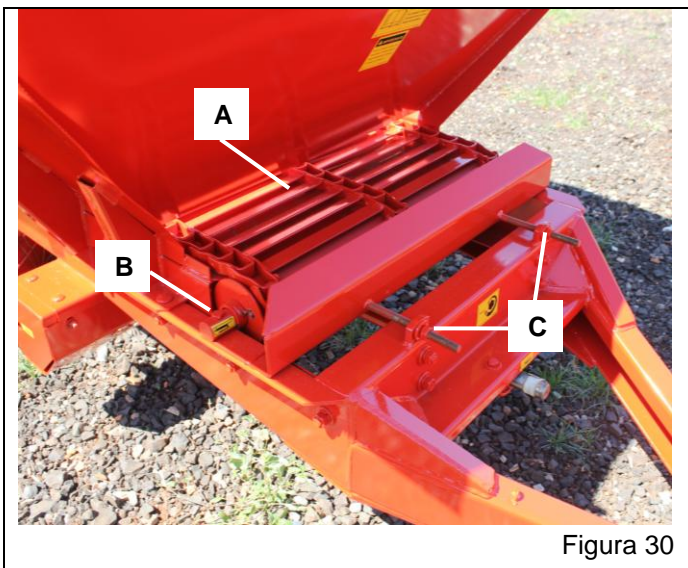

Figura 30
A esteira dupla com travessa total "A" possui a largura total de 800 mm, é composta de elos com barras transversais que permite direcionar o produto para a parte traseira do depósito até a comporta de distribuição (Figura 30).
- Quando o parafuso tensor estiver no seu limite máximo e mesmo assim, a esteira estiver bamba, retire um elo ou mais da esteira, deixando o parafuso tensor "C" (Figura 30) na posição mínima para novos tensionamentos.